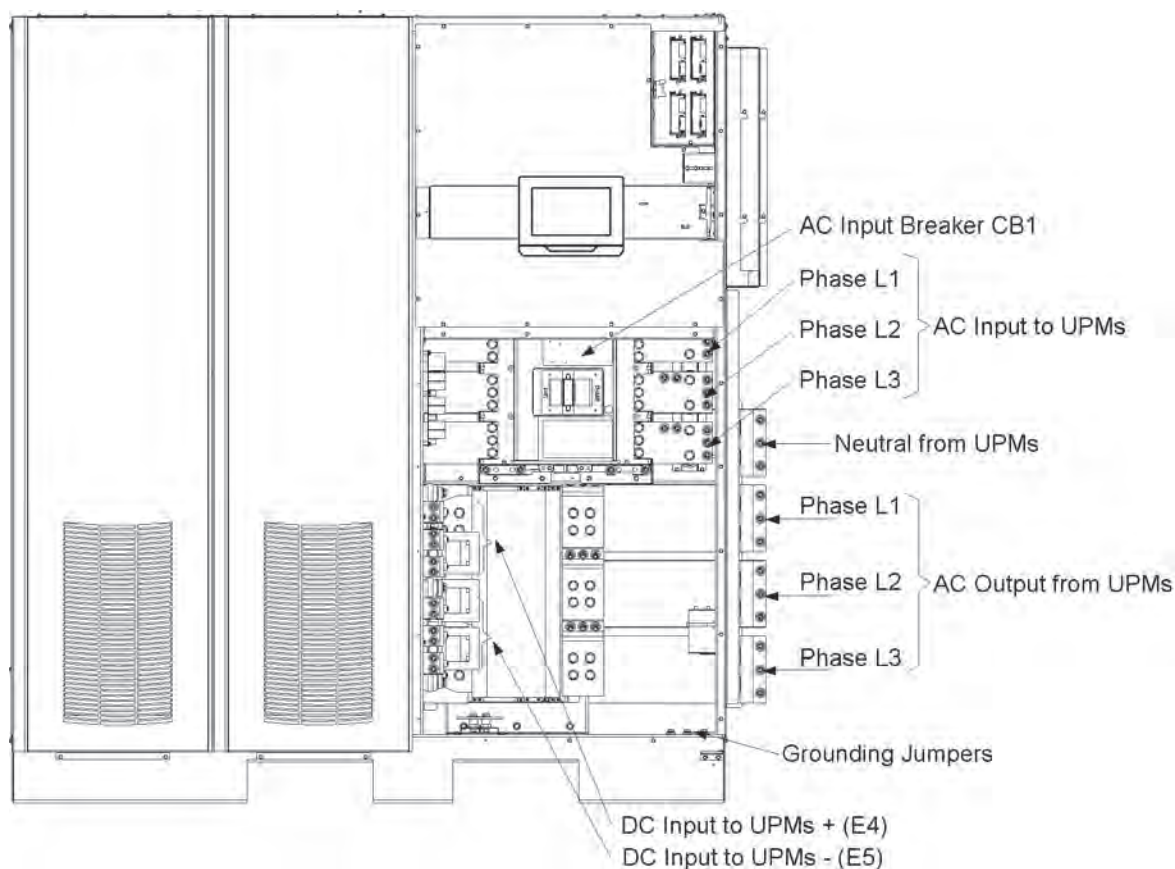

Рис. 4-6. Расположение межстоечных клемм питания секции ISBM ИБП
8. Найдите жгуты силовой проводки E4/UPMx и E5/UPMx. Проведите эти жгуты через отверстие для проводов в правой панели секции ISBM к клеммам входного постоянного тока UPM. См. Рис. 4-6 для получения информации о расположении клемм.
10. Найдите жгуты силовой проводки E12/UPMx, E9/UPMx, E10/UPMx и E11/UPMx. Снимите стяжки, если необходимо, чтобы провести кабели к клеммам выходного переменного тока ISBM от клемм UPM. См. Рис. 4-6 для получения информации о расположении клемм.